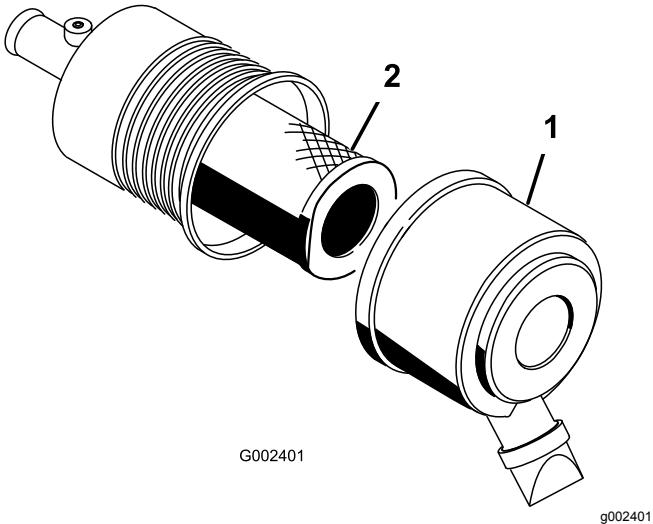

Figura 44
1. Liberte os trincos do filtro de ar e puxe a tampa para fora do corpo do filtro (Figura 44).
3. Deslize suavemente o filtro para fora do corpo do filtro (Figura 44).
5. Deslize cuidadosamente o filtro sobre o tubo do corpo (Figura 44).
6. Instale a tampa do filtro de ar com o lado virado para cima e prenda os trincos (Figura 44).